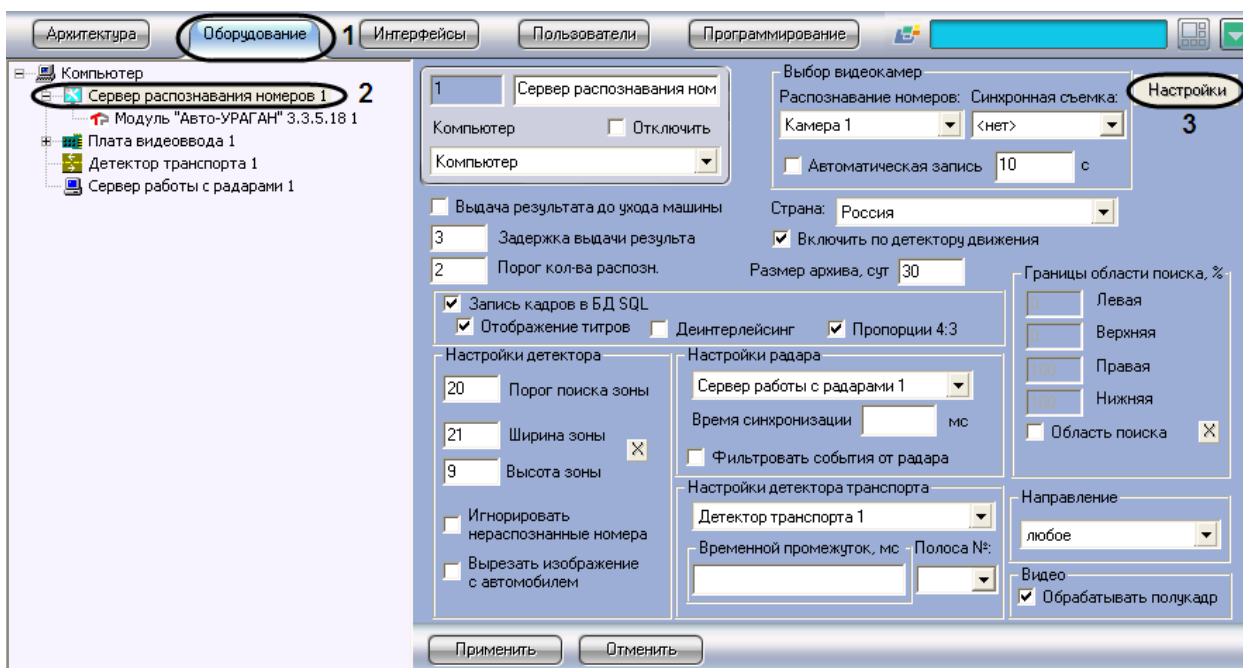

Рис. 7.2—8. Доступ к параметрам цифровой подписи
1. В диалоговом окне «Настройка системы» перейти на вкладку «Оборудование» (Рис. 7.2—8, 1).
2. В дереве объектов на вкладке «Оборудование» выбрать объект «Сервер распознавания номеров», соответствующий активированному программному модулю «Авто-УРАГАН 3.3.5.18» (см. раздел «Активация программного модуля, используемого для распознавания номеров», Рис. 7.2—8, 2). В правой части вкладки «Оборудование» отобразится панель настройки выбранного объекта.
3. Нажать кнопку «Настройка» (см. Рис. 7.2—8, 3).
5. Добавить в подпись кадра один или несколько параметров установки видеокамеры и измерителя скорости, используемых вместе с Сервером распознавания номеров. Для этого следует в группе «Параметры установки ИС» установить флажки «Включен» для требуемых параметров, после чего ввести в поле или выбрать из списка соответствующие значения параметров (Рис. 7.2—9, Таб. 7.2-1).